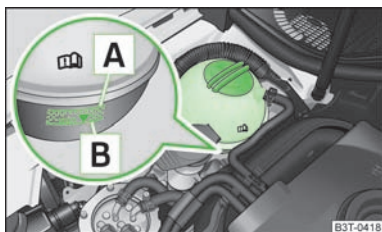

Fig. 120
Para o reabastecimento, recomendamos que utilize apenas o produto anticongelante cuja designação se encontra no vaso de expansão do líquido de refrigeração » Fig. 120.
- Verifique o nível do líquido de refrigeração no respectivo vaso de expansão » Fig. 120. Com o motor frio, o nível do líquido de refrigeração deve situar-se entre as marcas **B** (mín.) e **A** (máx.). Com o motor quente, o nível pode estar um pouco acima da marca **A** (máx.).
- Coloque um pano sobre a tampa do vaso de expansão do líquido de refrigeração » Fig. 120 e desenrosque **cuidadosamente** a tampa.
Abasteça o líquido de refrigeração apenas até à marca **A** (máx.) » Fig. 120! O líquido de refrigeração em excesso é expelido pelo sistema de refrigeração com o aquecimento através da válvula de sobrepressão na tampa do vaso de expansão do líquido de refrigeração.